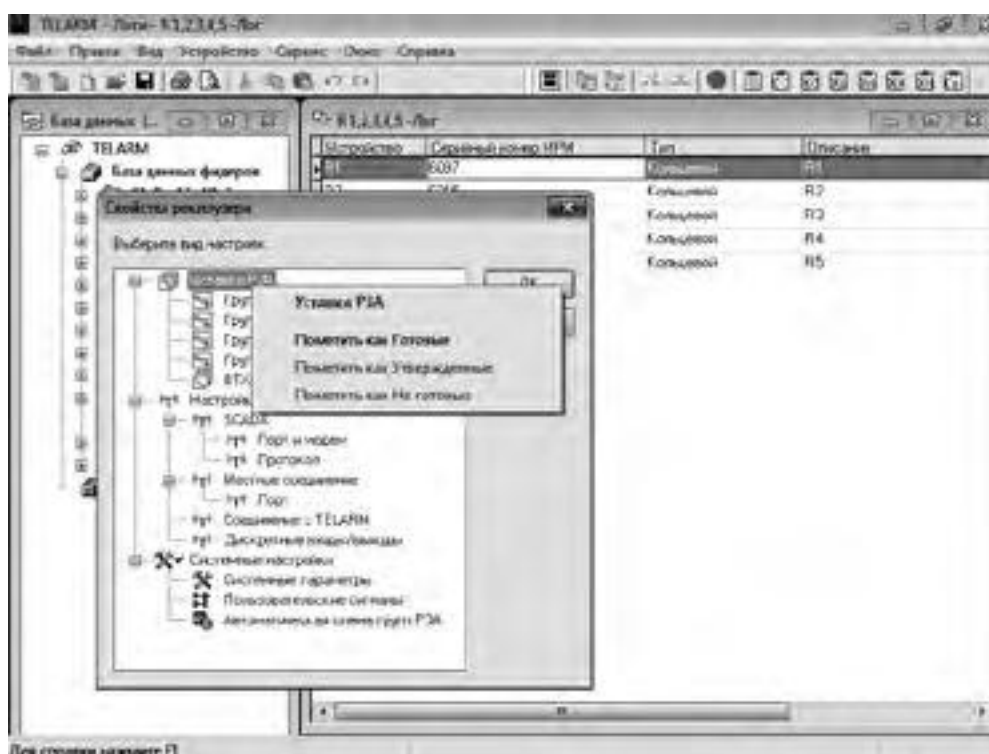

Рис. 4.24. Установка флага «Уставки готовы»
1. В окне выбора настроек для редактирования на нужной группе уставок (Уставки РЗА, Настройки связи или Системные настройки) нажать правой клавишей мыши и в появившемся списке выбрать «Пометить как Готовые» (см. Рис. 4.24).